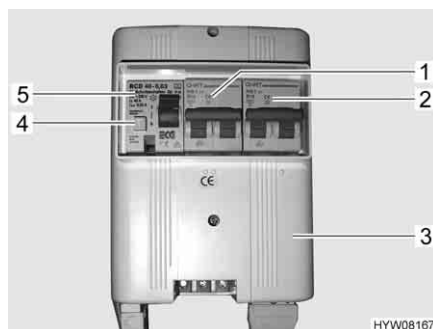

Fig. 98 Scatola dei fusibili a 230 V con interruttore di sicurezza e interruttore automatico FI
Un interruttore di sicurezza per correnti di guasto (interruttore automatico FI) (Fig. 98,5) nella scatola dei fusibili (Fig. 98,3) protegge l'intero veicolo da correnti di guasto (0,03 A).
L'interruttore di sicurezza collegato in serie (10 A) (Fig. 98,1) protegge le prese da 230 V, l'apparecchio per l'alimentazione elettrica, il caricabatteria supplementare e il frigorifero.
Per veicoli con accessori opzionali, p. es. l'impianto di climatizzazione, un ulteriore interruttore di sicurezza (16 A) (Fig. 98,2) protegge l'apparecchio.
- Se il veicolo è collegato all'alimentazione a 230 V, premere il tasto di controllo (Fig. 98,4). L'interruttore di sicurezza per correnti di guasto (FI) deve scattare.